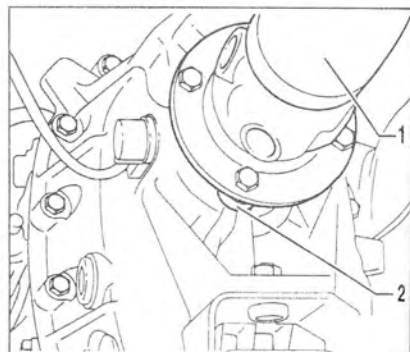

Рис. 5.16. Пометьте положение карданного вала 1 и фланца 2.
- 5. Пометьте положение карданного вала 1 и фланца 2 (рис. 5.16). Открутите болты крепления карданного вала 1 к фланцу 2.